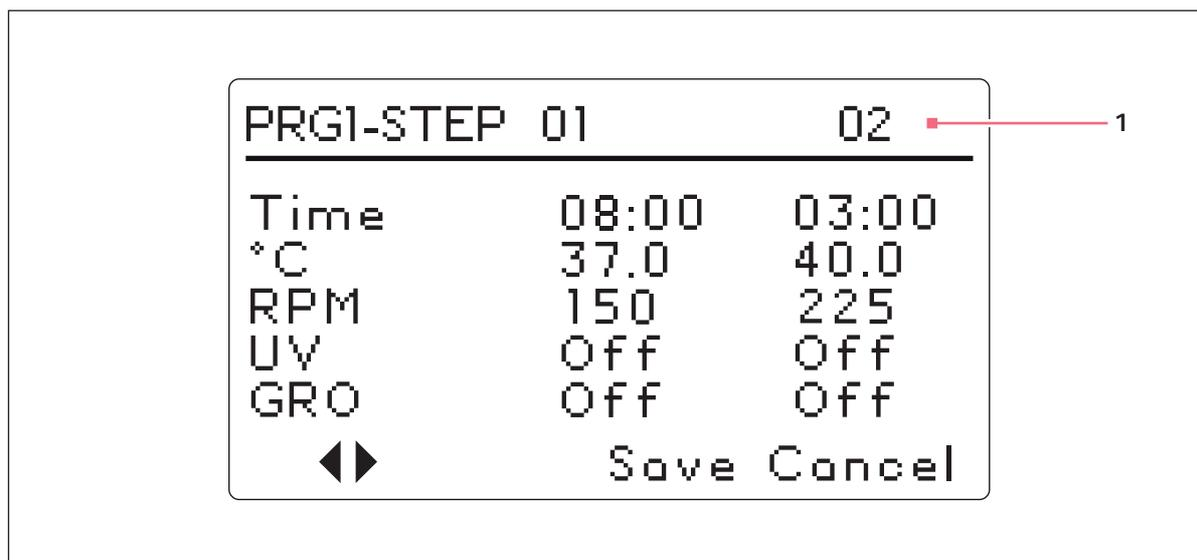

Fig. 5-13: Programma 1, passaggio 2
- Per impostare la temperatura desiderata (°C da 4,0 a 80,0) per il periodo di tempo impostato, girare la manopola di controllo (a sinistra per diminuire, a destra per aumentare). Quando compare il valore desiderato, far scattare la manopola di controllo premendola per salvare l'impostazione. La temperatura del passaggio 1 verrà impostata a **37,0 °C** (vedi Fig. 5-13 a pag. 58).
- Girare la manopola di controllo per selezionare la velocità di agitazione desiderata (da 25 a 400 RPM) per questo periodo di tempo, poi farla scattare premendola per salvare l'impostazione. La velocità del passaggio 1 verrà impostata a 150 RPM (vedi Fig. 5-13 a pag. 58).
- Per programmare il passaggio 2 (vedi Fig. 5-13 a pag. 58): usare la manopola di controllo per evidenziare le frecce a sinistra dello schermo, in fondo. Far scattare la manopola di controllo per far lampeggiare le frecce, poi girarla verso destra finché non compare il passaggio 2. Far scattare la manopola di controllo premendola, per lavorare in questa schermata e ripetere i passaggi dal 3 al 10.